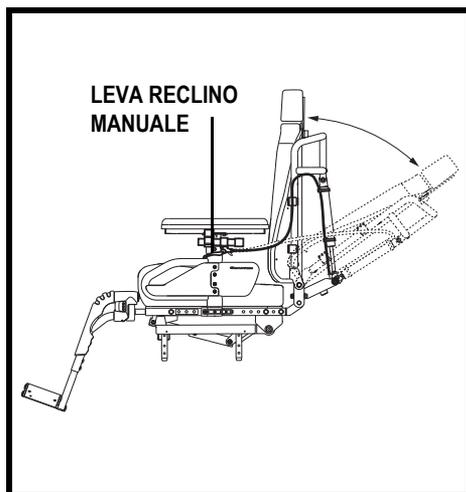

Figura 3. Regolazione manuale del reclino dello schienale
Il sedile può essere dotato di una leva di inclinazione manuale che consente di regolare l'angolazione dello schienale dalla posizione minima (90° dalla base del sedile) alla massima (135° dalla base del sedile). **Vedere figura 3 e 4.**
1. Con la schiena appoggiata con forza allo schienale, schiacciare la leva manuale apposta montata sul bracciolo. **Vedere figura 3.**
7. Rimuovere il gruppo della leva del reclino manuale ed inserirlo nella morsetteria sul bracciolo opposto. **Vedere figura 3.**